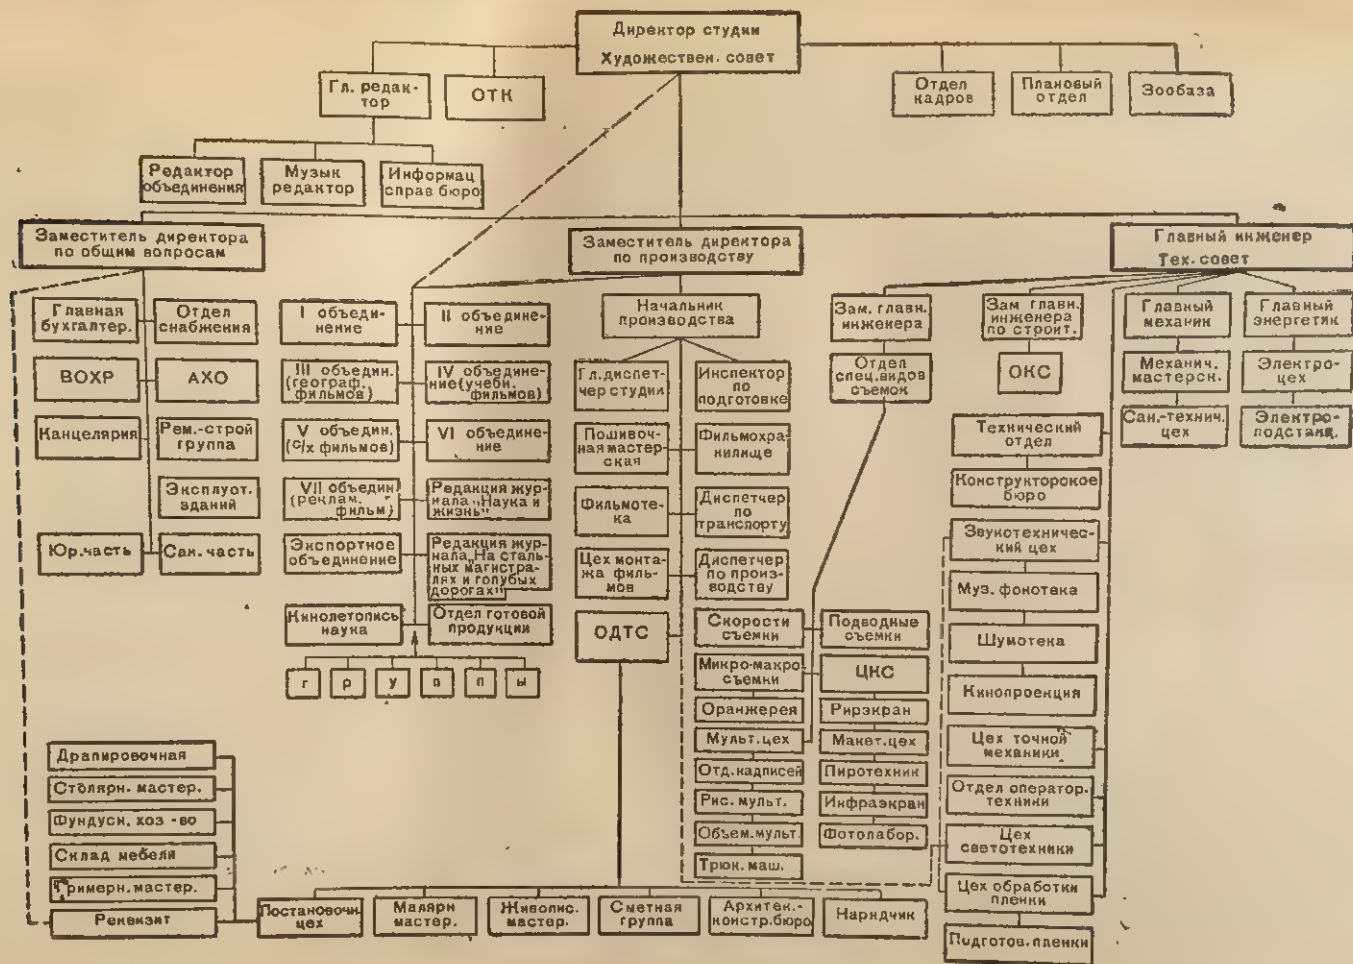

Рис. 19. Структура киностудии «Центрнаучфильм»
**Киностудия научно-популярных фильмов** с большим объемом производства имеет структуру, аналогичную киностудии художественных и хроникально-документальных фильмов (рис. 19).